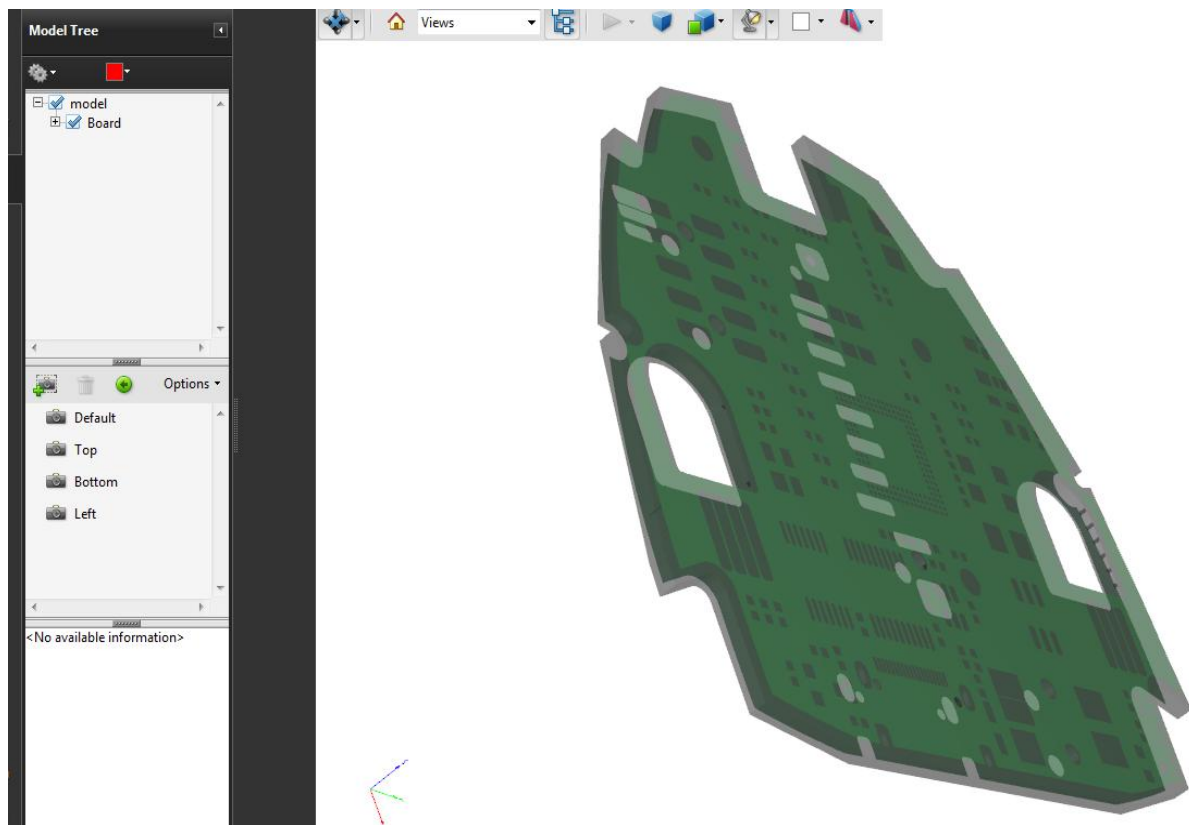

图5-30
(13) 使能“PDF3D”栏目条，然后执行与(10)、(11)相同操作，输出PDF 3D视图如图5-30所示。